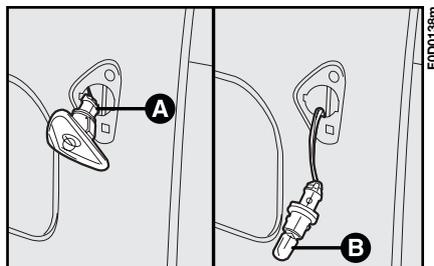

fig. 19
- 2) quite el portalámparas **A-fig. 19** girándolo un poco y sustituya la lámpara **B**.